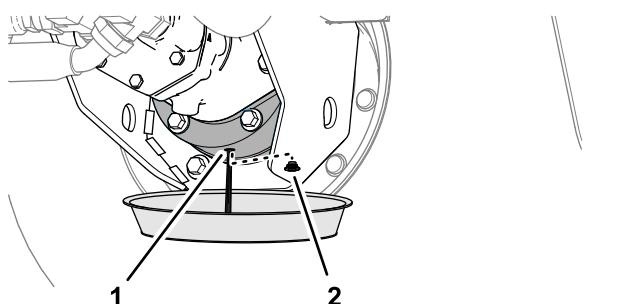

Figure 97
6. Placez un bac de vidange sous le carter de frein, enlevez le bouchon de vidange et vidangez toute l'huile (Figure 97).